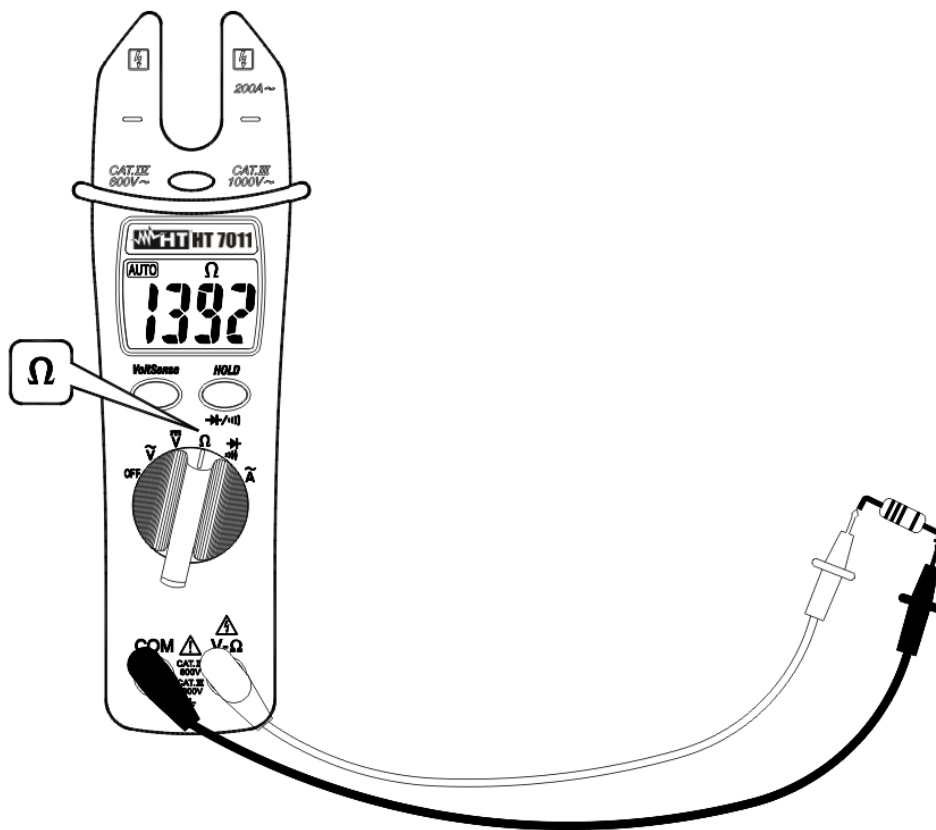

Abb. 6: Die Anwendung der Zange für Widerstandsmessung.
2. Verbinden Sie die Meßleitungen mit den Eingangsbuchsen, der rote Stecker mit der V /Ω Buchse, und den schwarzen Stecker mit der COM Buchse. (s. Abb. 6).